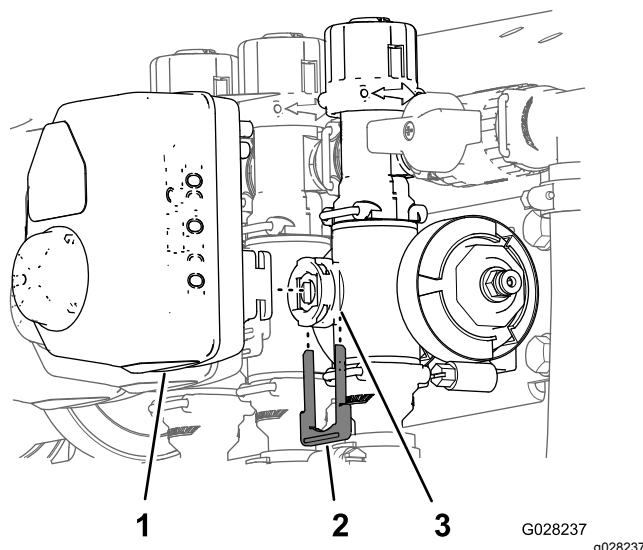

Figure 112
3. Retirez l'étrier qui fixe l'actionneur à la valve du collecteur pour le régulateur de débit, la vanne d'agitation, la vanne maîtresse des sections ou la vanne de section (Figure 112).